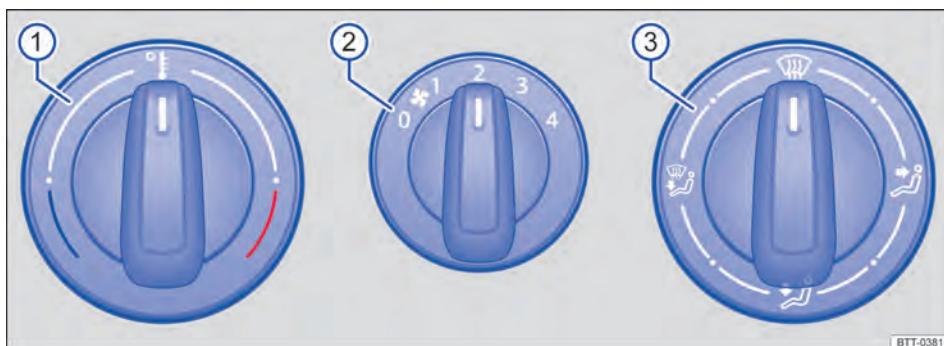
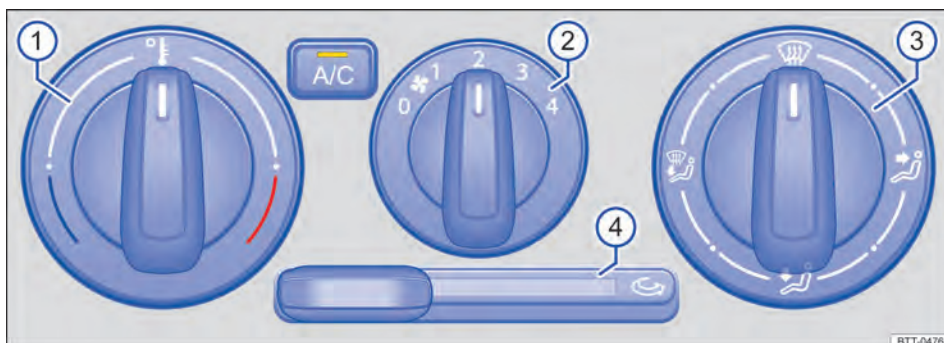

Fig. 74 No console central: comandos do sistema de ventilação e aquecimento.
Fig. 75 No console central: comandos do ar-condicionado.
Botão, regulador Informações complementares do sistema de ventilação e aquecimento → Fig. 74 e ar-condicionado → Fig. 75.
Botão, regulador	Informações complementares do sistema de ventilação e aquecimento → Fig. 74 e ar-condicionado → Fig. 75.
- Em veículos com sistema de aquecimento, colocar o regulador da temperatura → Fig. 74  totalmente para a direita, para a posição máxima de aquecimento.
- Colocar o regulador da distribuição de ar → Fig. 75 ③ para a posição .
- Colocar o ventilador ② no nível 3 ou 4.
- Colocar o regulador da temperatura ① na posição desejada.
Ligar: empurrar o regulador correção → Fig. 75 **④** para a direita até o batente.
Desligar: empurrar o regulador correção → Fig. 75 **④** para a esquerda até o batente.